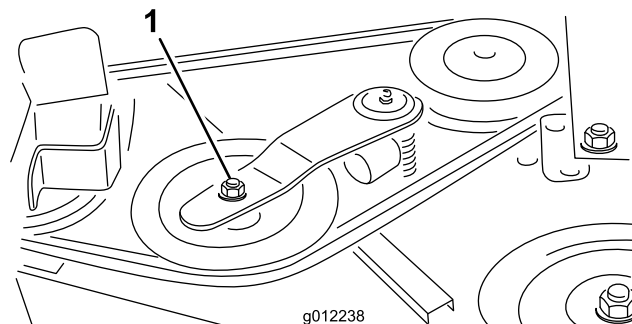
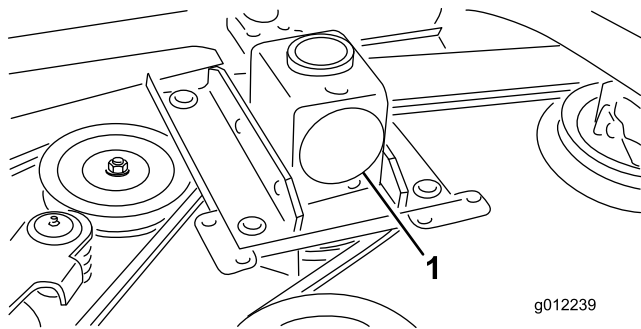

図 35
図 36
2. トルクレンチなどの工具を使ってアイドラ・プリー（図 35）をベルトから引き離してベルトの張りをなくし、ベルトをギアボックスのプリー（図 36）から外す。